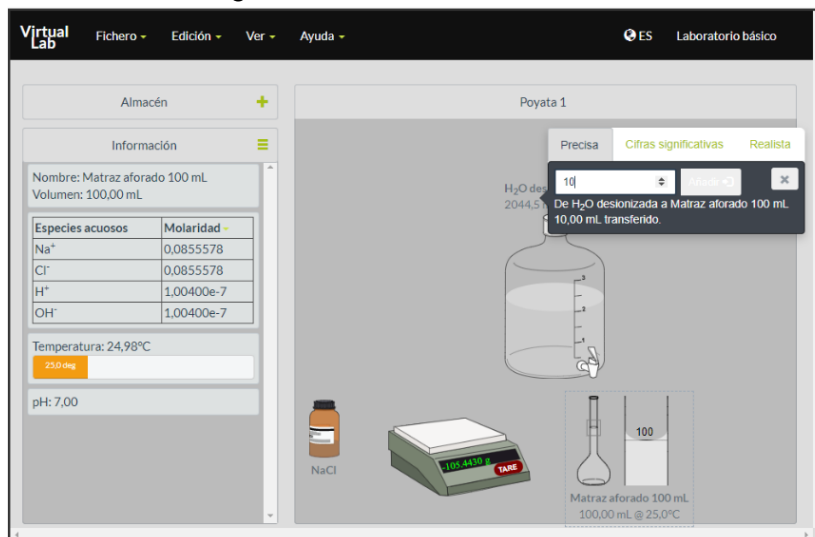

Figura 12. Simulador *Making stock solutions from solids*.
13. Agregue agua desionizada hasta llegar a la marca de aforo (figura 12). Coloque volúmenes bajos y vacíe con la opción **Precisa**, o bien hágalo con una pipeta volumétrica en forma **Realista**, hasta llegar a la marca de aforo.